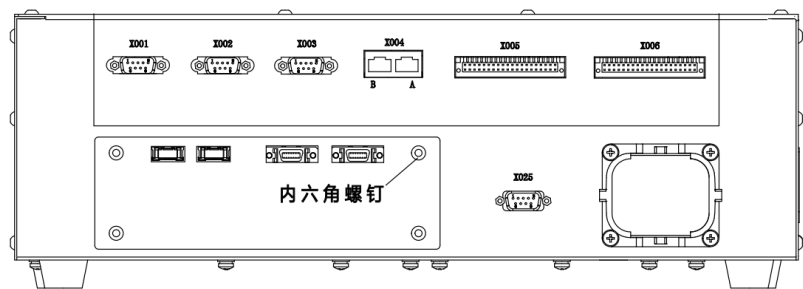

图 21-7 ARCCD20-安装扣板钣金固定后示意图
步骤4. 用 4 个第 1 步拆下的内六角螺钉将 ② ARCCD20-安装扣板钣金固定在后面板上，参考图 21-7。